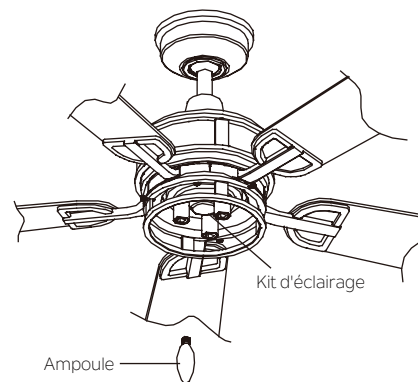

Fig. 25
Étape 1. Installer les ampoules LED B10 de 3,4 watts (fournies). (Fig. 25)